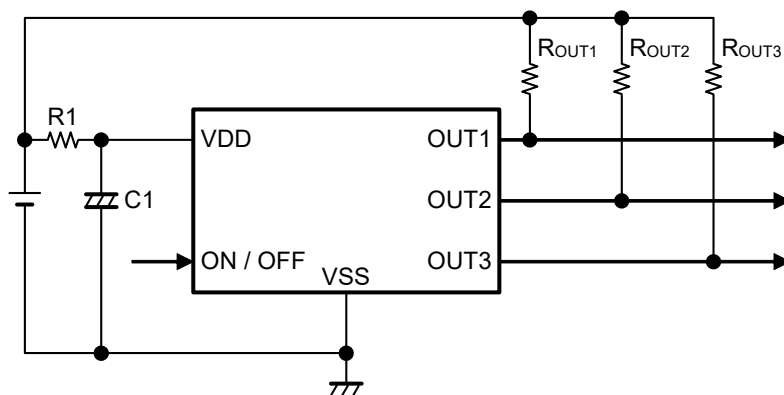

图7
- 在输入处连接电阻的应用电路中（请参照“■ 标准电路”的图7），当输出切换时，由于流经的击穿电流，会发生“击穿电流 × 输入电阻”份额的电压下降。